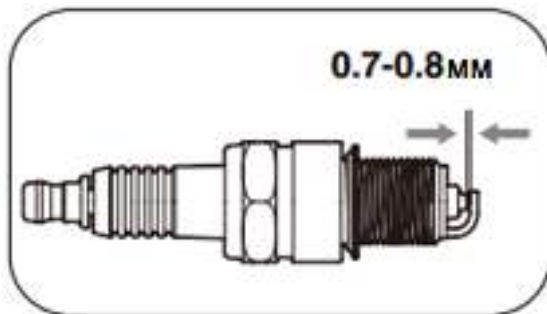

Рис. 21
5. Проверьте зазор между электродами свечи зажигания. Он должен составлять 0,7-0,8 мм (рис. 21). При необходимости отрегулируйте зазор.